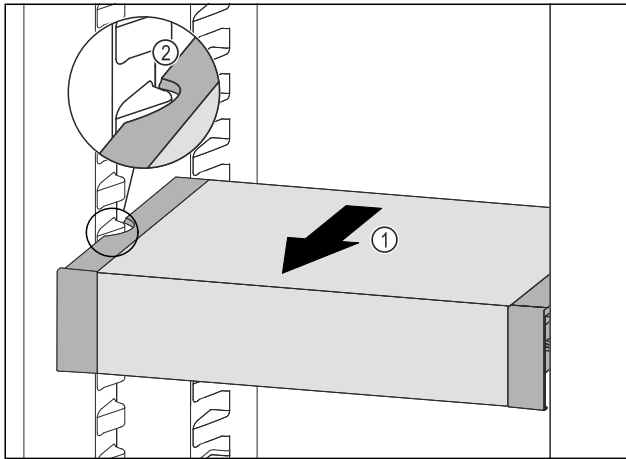

Fig. 68
- ▶ Predal VarioSafe povlecite v smeri naprej Fig. 68 (1), dokler nista stranska izreza predala VarioSafe na višini nastavka za posodo v hladilniku. Fig. 68 (2)